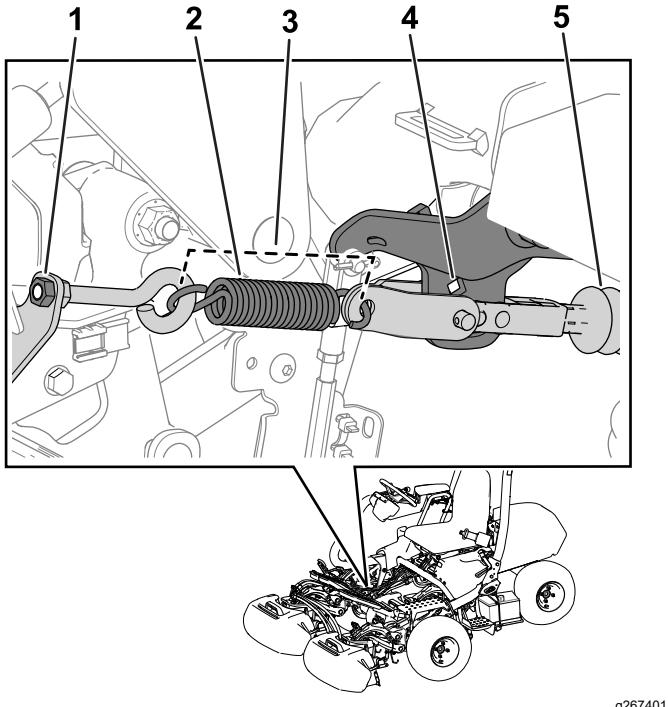

Bild 30
Hinweis: Weitere Informationen zu dieser Vorgehensweise finden Sie auf Bild 30.
3. Setzen Sie die Feder ein, siehe Bild 30.
4. Ziehen Sie die Ösenmutter auf eine Federlänge von 11,4 cm fest, wenn sie installiert ist (Bild 30).